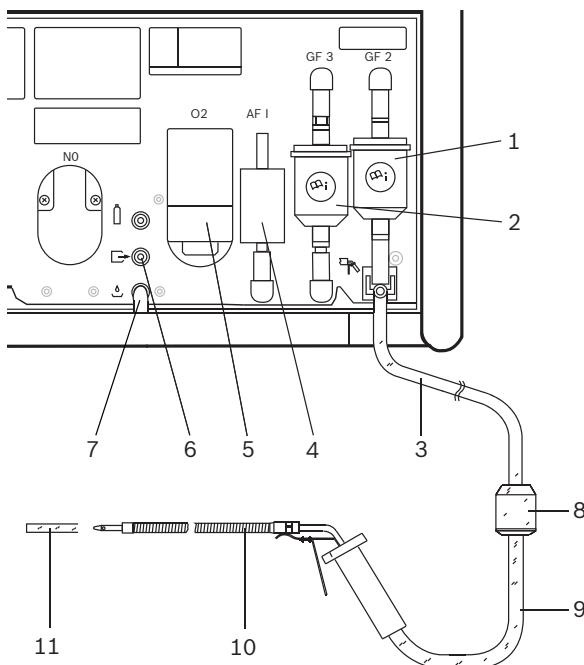

Abb. 3: BEA 060
- Wechsel von Grobfilter GF1 (Abb. 3, Pos. 8) im Entnahmeschlauch.
- Wechsel von Grobfilter GF2 (Abb. 3, Pos. 1), siehe Kapitel 5.4.4.
- Überprüfen, ob alle zwei PVC-Schläuche an den Gasausgängen angeschlossen sind (Abb. 3, Pos. 6 und 7).
- Sichtprüfung der Entnahmesonde (Abb. 3, Pos. 10).
- Wechsel des Aktivkohlefilters (Abb. 3, Pos. 4) im Nullgasweg.